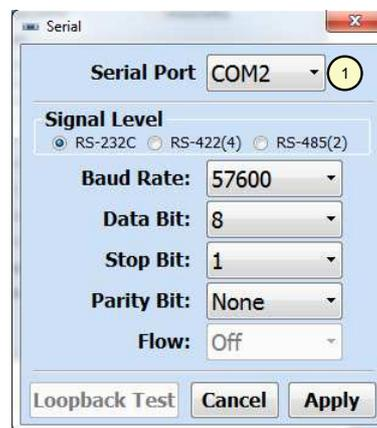

Figure 11
- Sélectionner le port COM 2, repère 1 de la figure 11.